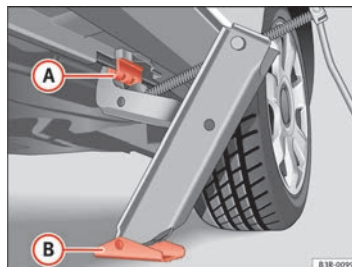

Fig. 195 Cambio de rueda: Gato
- Posicione el gato de modo que su garra envuelva el nervio del larguero inferior ⇒ página 272, fig. 195 **A** y que la placa base móvil **B** se apoye plana sobre el suelo.